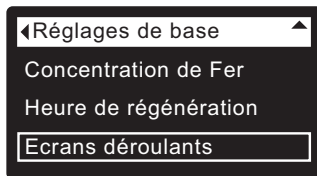

FIG. 52
3. Appuyez sur le sélecteur (O) pour afficher le menu des réglages de base (cf. Figure 52).
7. Pour désactiver un écran, mettez d'abord l'état en encadré; appuyez ensuite sur le sélecteur (O). Le carré noir deviendra un carré blanc. Enfoncer à nouveau le sélecteur (O) rétablit le carré noir et la mise en encadré de l'état sélectionné. Au moins un écran doit être sélectionné/encadré.
8. Au terme de vos sélections, quittez ce menu en appuyant sur le bouton de GAUCHE (◀); l'afficheur revient au menu des réglages de base (cf. Figure 52).